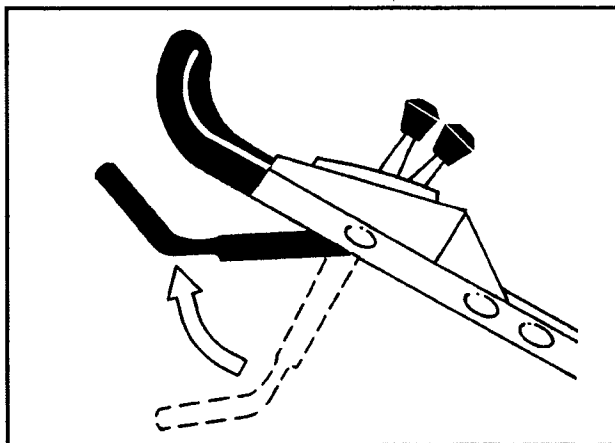

Figure 16
3. Relevez lentement la barre de commande jusqu'au point où le sac commence tout juste à se gonfler (environ 12,5 cm en-dessous de la traverse du mancheron) (fig. 16). Ceci indique que la lame de la tondeuse est enclenchée et qu'elle a commencé de tourner.